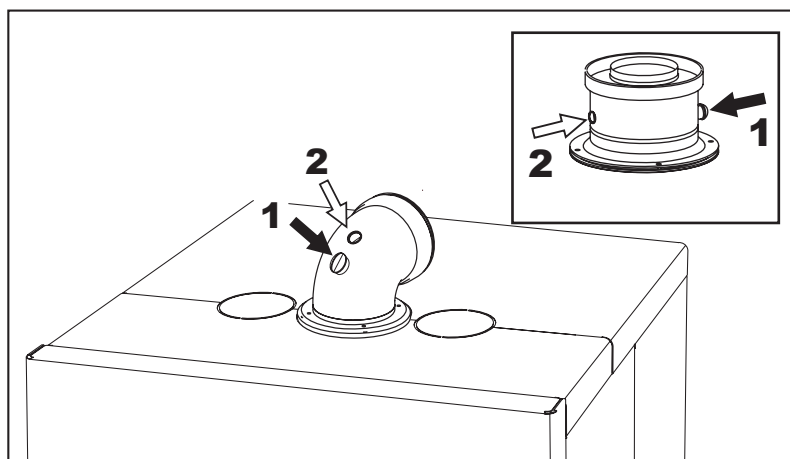

fig. 37 - Análisis de la combustión
Para analizar la combustión se utilizan las tomas de aire (2) y de humos (1) indicados en la fig. 37.